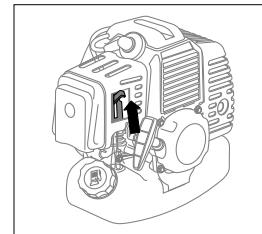

рис. 10
4. Переведите рычаг воздушной заслонки в верхнее положение - | / «Закрыто» (рис. 10).
7. Переведите рычаг воздушной заслонки (рис. 10) в среднее положение.